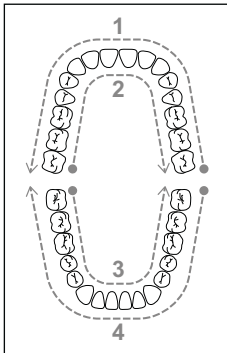

Fig. 10
- ◆ Vous pouvez vous orienter sur la figure suivante (voir fig. 10) pour l'ordre du nettoyage. Les numéros sur la figure indiquent l'ordre des zones de la mâchoire à nettoyer :